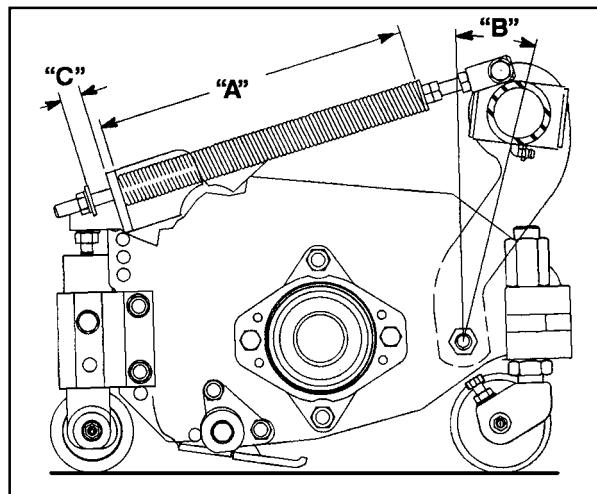

Figure 5
Le ressort de compensation (Fig. 5) qui relie le châssis porteur à l'unité de coupe commande le degré de rotation avant-arrière dont on dispose et la garde au sol pour le transport et les demi-tours.
1. Serrez le contre-écrou à l'arrière de la tige à ressort jusqu'à ce que l'espace (C) entre l'arrière du support du ressort et l'avant de la rondelle soit égal à 13 mm (Fig. 5).
2. Serrez les écrous hexagonaux à l'extrémité avant de la tige à ressort jusqu'à ce que la longueur comprimée (A) du ressort soit égale à 203 mm (Fig. 5).
NOTE : si la pelouse n'est pas lisse ou plane, augmentez la longueur comprimée (A) du ressort à 216 mm et l'espace (C) entre l'arrière du support du ressort et l'avant de la rondelle à 32 mm (Fig. 5).